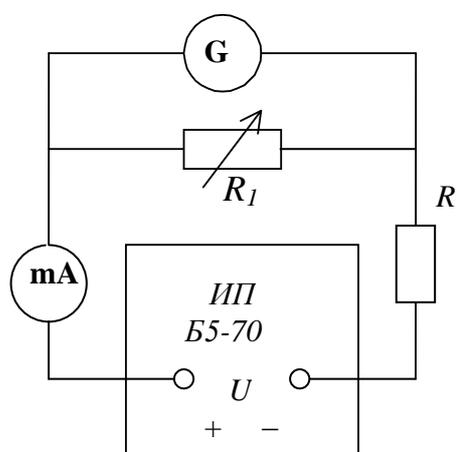

Рис.7
3. Соберите электрическую цепь по схеме (рис.7). В качестве образцового миллиамперметра mA используйте ампервольтметр М2018 с подходящим пределом измерения.